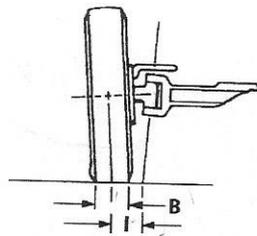

Bild 2
- I : Maß zwischen senkrechter Gelenkachse und Hälfte des Reifens (Lenrollhalbmesser) [mm]; [in] (siehe Bild 2)